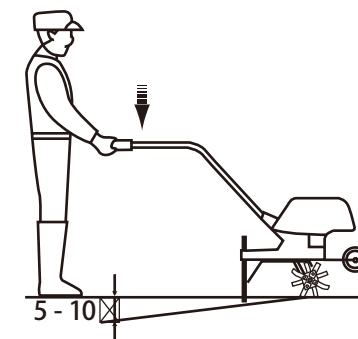

Fig. 38
- > Sujete siempre el producto firmemente. Para una mejor guía, aplique una ligera presión en las empuñadura (1) de forma que el patín (23a) entre en la tierra (Fig. 38).